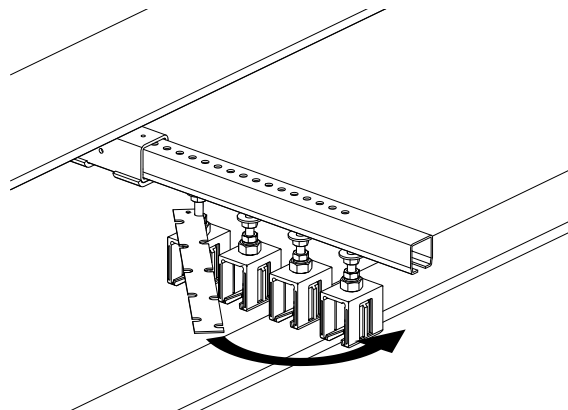
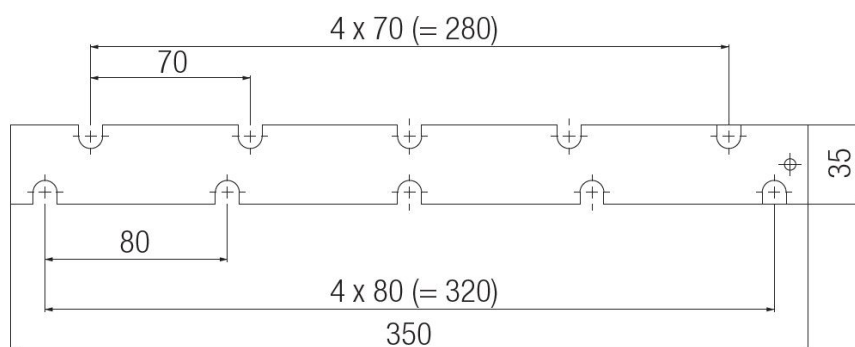

Abb. 54: Schienenhalter mithilfe des Montagekamms ausrichten
Abb. 55: Maße des Montagekamms
- Um einen gleichmäßigen Phasenabstand a zu erreichen, müssen die nächsten Schienenhalter mit dem Montagekamm ausgerichtet werden (siehe Abb. 54). Mit dem Montagekamm kann der Phasenabstand a von entweder 80 mm (Standard) oder 70 mm (reduziert) eingestellt werden. Je nach dem welcher Phasenabstand realisiert werden soll, muss die entsprechende Seite (4x80 mm oder 4x70 mm) des Montagekamms verwendet werden (siehe Abb. 55).